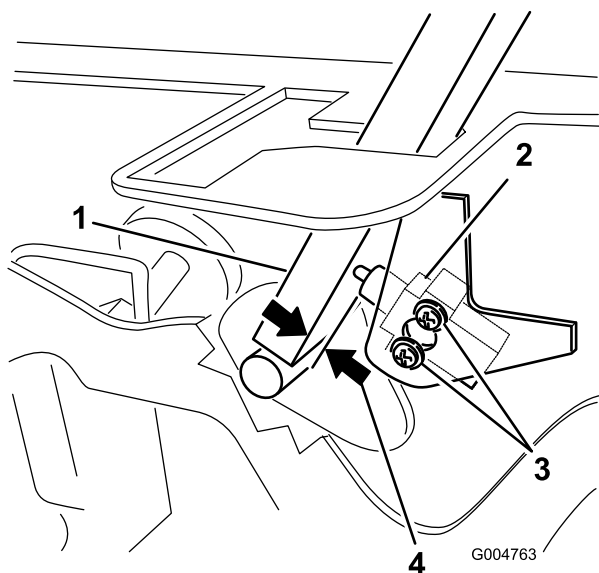

Figure 59
3. Desserrez les 2 vis de fixation du contacteur de sécurité (Figure 59).
- Maintenez le levier de commande contre le châssis et rapprochez le contacteur du levier jusqu'à ce qu'ils soient espacés de 0,4 à 1 mm (Figure 59).